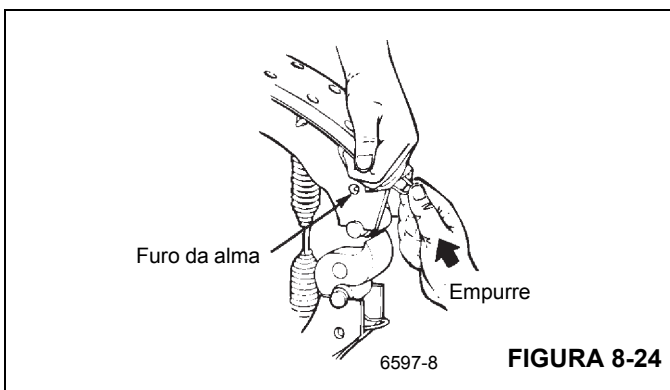

FIGURA 8-24
- e. Empurre o retentor do rolete da sapata do freio para dentro da sapata do freio, até as orelhas travarem nos furos na alma da sapata (Figura 8-24).